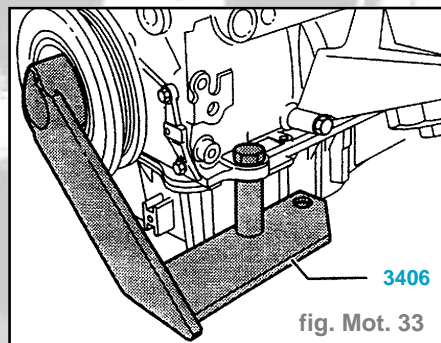

fig. Mot. 33
- Bloquer l'amortisseur de vibrations à l'aide du contre-appui 3406 (fig. Mot. 33).